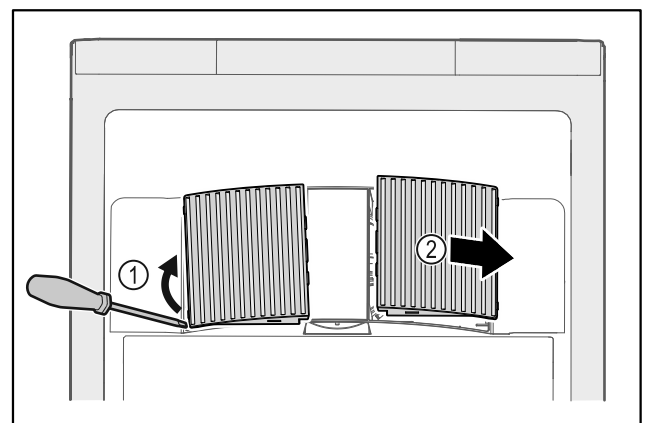

Fig. 46
- ▶ Ventilatorafdekkingen voorzichtig aan de zijkant eruit halen Fig. 46 (1) en naar de voorkant toe verwijderen Fig. 46 (2).